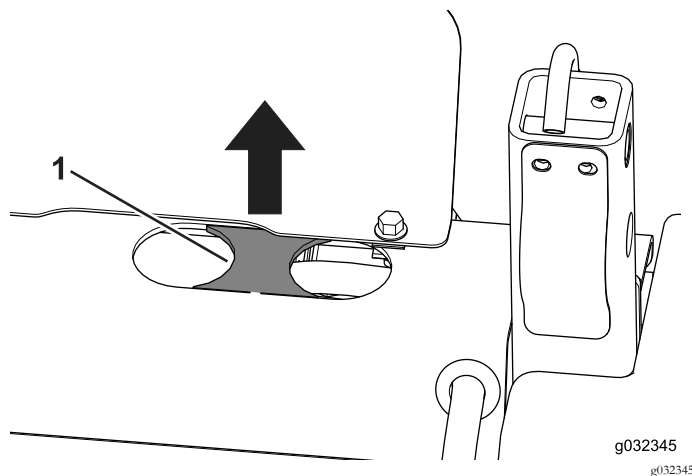

図 23
2. ふたつの穴の間にパンチ穴がある場合にはそれを打ち抜く 図 23。